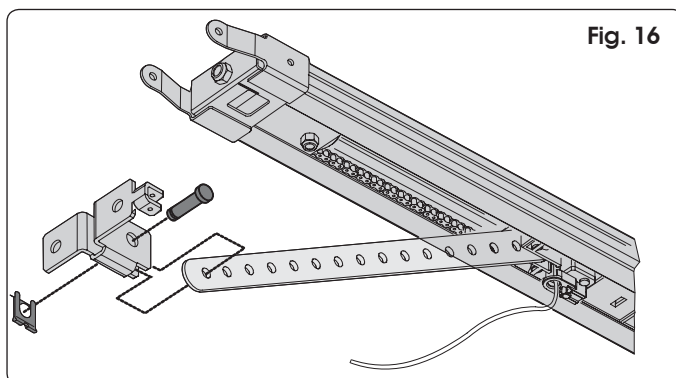

Fig. 16
- 1) Assembler la patte d'attache à la tige du chariot (Fig. 16). Positionner la patte d'attache sur la porte de manière à ce